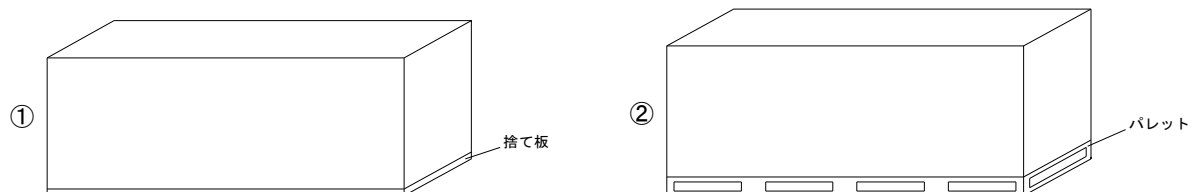

図1 タイガーEX ハイパー保管概略図
- ・タイガーEX ハイパーの保管は、波打ちや反りを防止するため高さのそろった台上にボードの縁が台からはみ出ないようにしてください（図1参照）。また、各山の一番上のボードは裏面を上面とし、タイガーEX ハイパーを屋外で保管する場合は、必ずパレット積みとしてください。